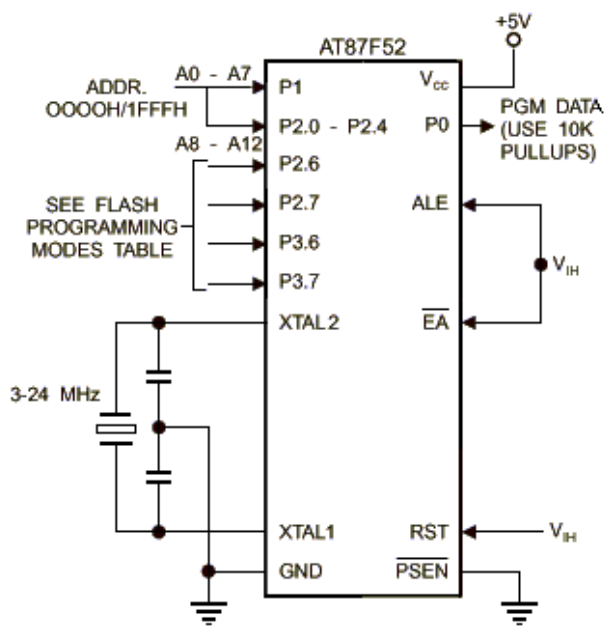

图12 校验电路
• 程序校验: 如果加密位 LB1、LB2 没有进行编程，则代码数据可通过地址和数据线读回原编写的数据，采用如图 12 的电路。加密位不可直接校验，加密位的校验可通过对存储器的校验和写入状态来验证。